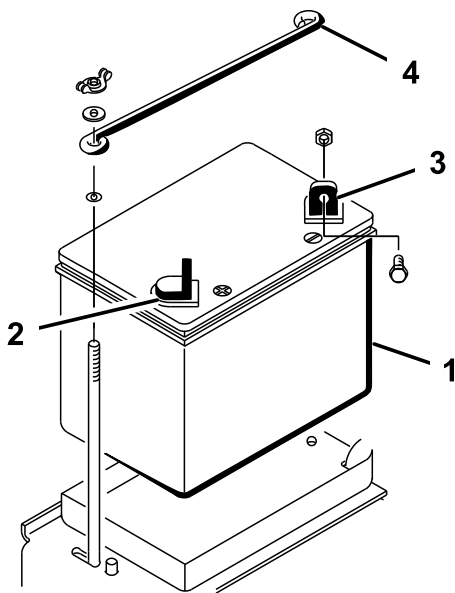

Figura 5
1. Amplasai bateria în compartimentul din spatele roii din dreapta, cu borna negativă poziționată spre partea din spate a mainii (Figura 5).